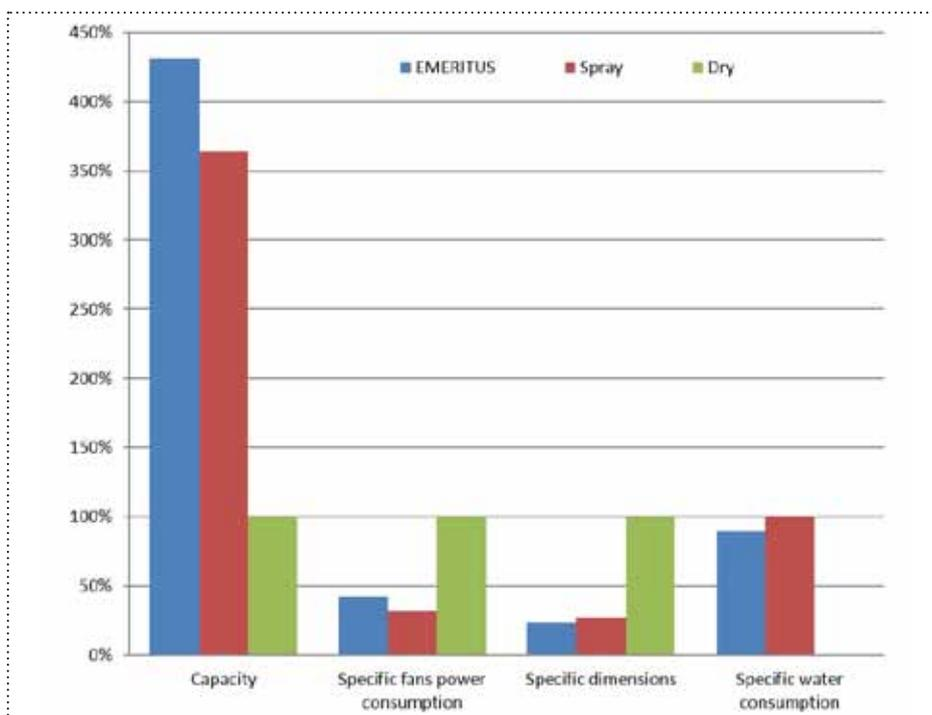
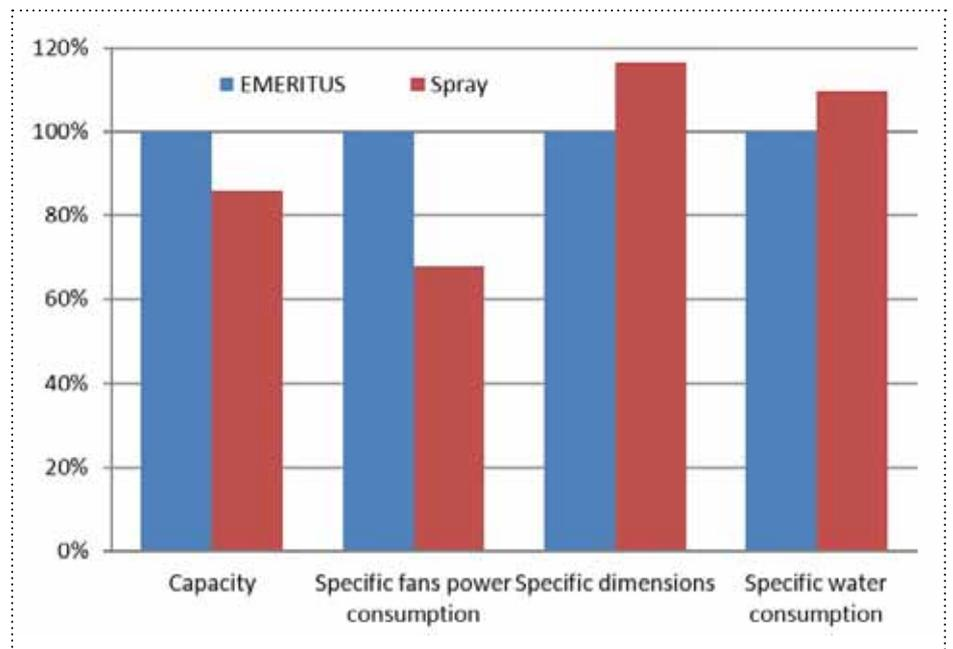

Abb. 6: Vergleich verschiedener Lösungen ($\Delta T_1 = 7\text{ K}$), Schallleistung gleich
Abb. 7: Vergleich von „Emeritus“ und herkömmlichem Spraysystem ($\Delta T_1 = 0$ K, Schalleistung gleich)
In den vorangegangenen Diagrammen stellen wir eine Hypothese für den Betrieb von Geräten dar, bei der die Ventilatoren mit einer für jede Konfiguration optimierten Drehzahl betrieben werden, einer Drehzahl die je nach Lösung deutlich verschieden ist. Wenn die Varianten mit gleicher Gesamtschalleistung gegenübergestellt werden, (im konkreten Fall 85 dB(A) pro Maschine), muss für jede Lösung die Ventilatorgeschwindigkeit so eingestellt werden, dass sie der Zielschalleistung entspricht, wiederum bei gleichen Betriebsbedingungen und gleicher Wärmeleistung. Die folgenden Abbildungen zeigen die gleichen Größenordnungen wie zuvor für $\Delta T_1 = 7$ K (Abbildung 6) und 0 °C (Abbildung 7). Im ersten Fall wurde wie im vorherigen Fall der Trockenmodus (100 % der Leistung) angenommen. Im zweiten Fall, in dem der Trockenapparat nicht angenommen werden